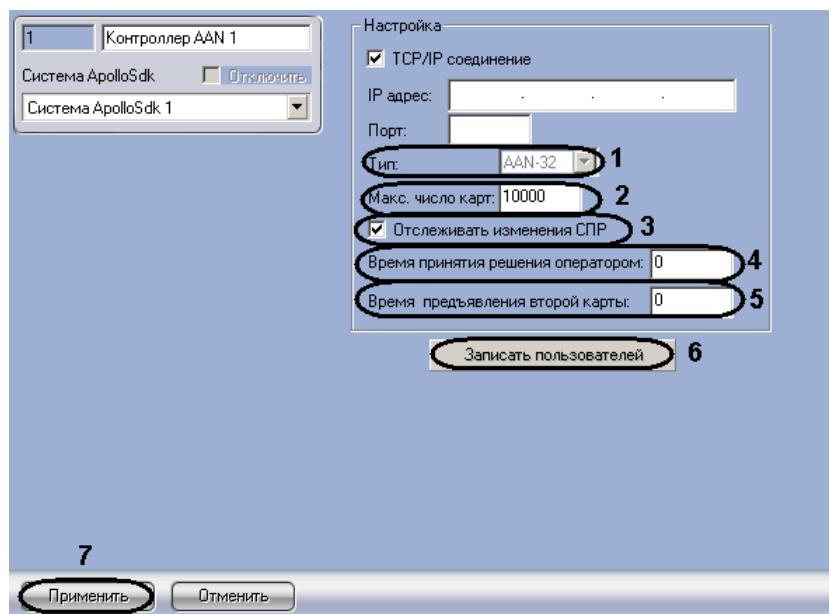

Рис. 3.3-5 Панель настроек объекта контроллер ААН
5. Из раскрывающегося списка **Тип:** выбрать тип (AAN-32 или AAN-100) контроллера AAN, в соответствии с используемым оборудованием (Рис. 3.3-5, 1).
6. В поле **Макс. число карт** ввести число максимальное число карт доступа, которые будут храниться в памяти контроллера (см. Рис. 3.3-5, 2).
7. Для активации динамической пересылки параметров доступа в контроллер установить флажок **Отслеживать изменения СПР** (см. Рис. 3.3-5, 3).
8. В поле **Время принятия решения оператором:** ввести время в секундах, которое отводится оператору на принятие решения по предоставлению или отказу в доступе (см. Рис. 3.3-5, 4).
9. В поле **Время предъявления второй карты:** ввести время в секундах, определяющее временной интервал между предъявлением первой и второй карты доступа, при превышении которого, доступ по второй карте предоставлен не будет (см. Рис. 3.3-5, 5).
10. Для сохранения внесенных изменений нажать кнопку **Применить** (см. Рис. 3.3-5, 7).
11. Для записи пользователей и прав доступа в память контроллера нажать кнопку **Записать пользователей** (см. Рис. 3.3-5, 6).